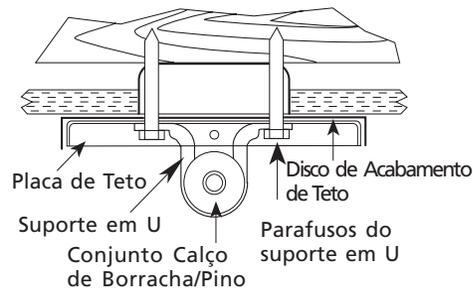

Figura 2b - Prendendo o Disco de Acabamento de Teto à Viga 2 x 4
7. Usando os dois (2) parafusos do suporte em U, prenda o suporte em U, o conjunto calço de borracha/pino, a placa de teto e o disco de acabamento de teto à viga, como mostrado na Figura 2b. Não use lubrificante nas roscas dos parafusos.